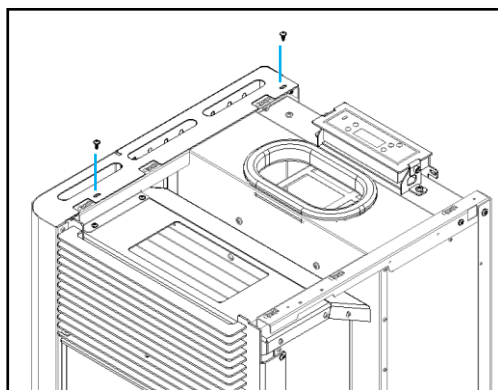

Figura 98 – Fixação das capas laterais na parte superior
e) Repetir o processo realizado no ponto c e d deste capítulo para as outras envolventes (fazer coincidir os furos da capa com os furos existentes na estrutura) e apertá-las utilizando quatro parafusos **B** (DIN 7981 4,2x9,5), dois em cada lado, como demonstra a Figura 98.